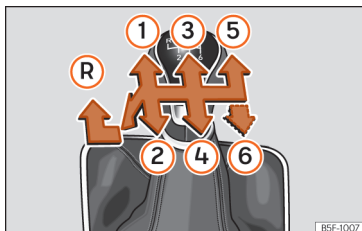

Abb. 136 Schaltschema bei einem 5-Gang bzw. 6-Gang Schaltgetriebe
Auf dem Schalthebel sind die Positionen der einzelnen Fahrgänge dargestellt » **Abb. 136**.
- Schalthebel auf Leerlauf stellen und nach unten drücken, ganz nach links und dann nach vorne schieben, um den Rückwärtsgang » **Abb. 136** **R** einzulegen.